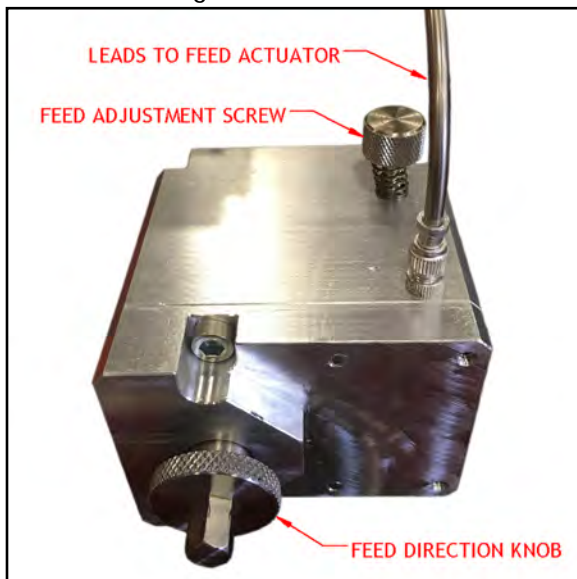

ABBILDUNG 3-13. EINSTELLUNGEN DES VORSCHUBS
2. Stellen Sie die Richtung des Vorschubs entsprechend der folgenden Schritte ein, wie dies auch in Abbildung 3-13 gezeigt wird: